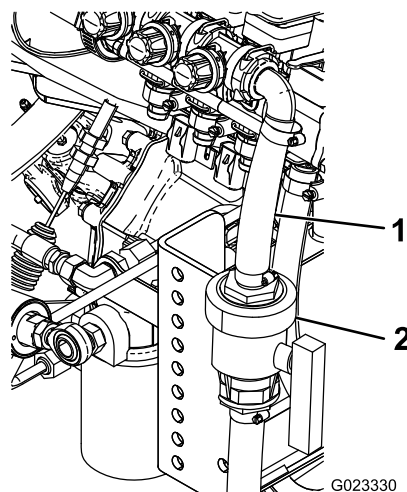

Figura 12
13. Collegare le 2 estremità del flessibile alla valvola del flessibile di alimentazione con 2 fascette stringitubo (Figura 12).